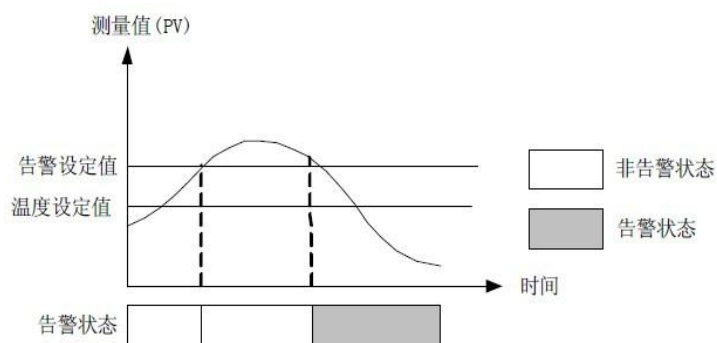

图 4-23 带等待的偏差下限示意图
2. 等待告警在基本告警的基础上加上了等待功能，即忽略电源接通时的测量值触发的告警，直至测量值下次触发告警，如图4-23所示。